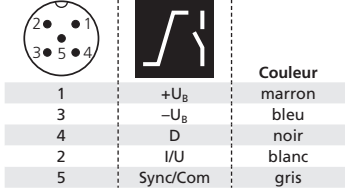

Fig. 2: Attribution des broches avec vue sur la prise du capteur et codage de couleur du câble de connexion microsonic
- ➔ Branchez le câble du connecteur au connecteur M12, voir fig. 2.